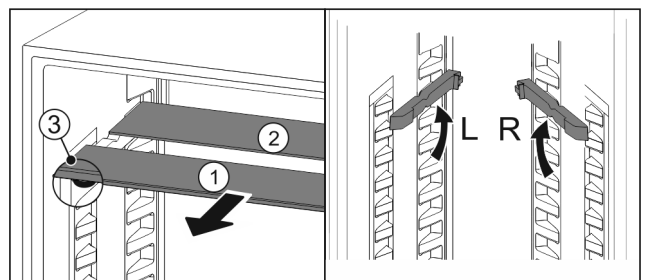

Fig. 80
- Посуньте Fig. 80 (L) скляну панель вперед.
- ▷ Скляна панель Fig. 80 (1) з декоративною планкою лежить спереду.
- ▷ Стопори Fig. 80 (3) показують вниз.